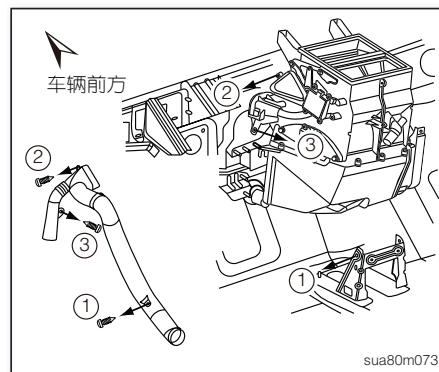

图48
2. 拆下前空调总成左侧地板分配导管固定螺丝①~③（如图48）。